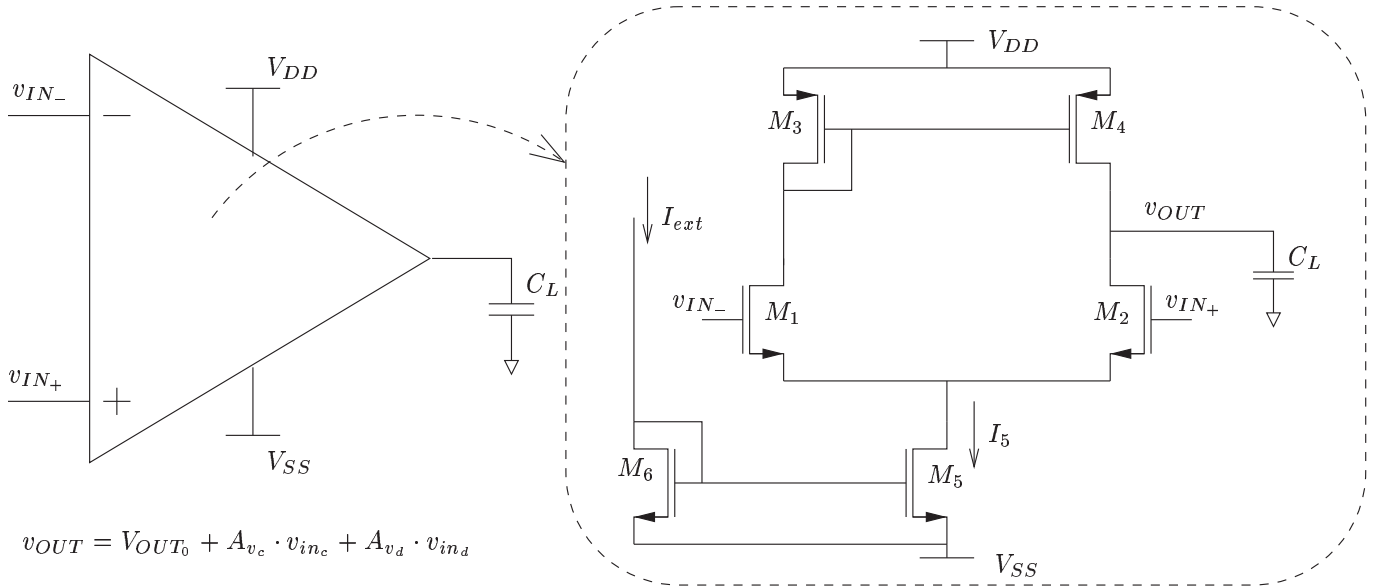

FIG. 1 – OTA à concevoir
L'OTA est simplement réalisé par un étage différentiel entrant sur des NMOS (figure 1). On note  $v_{in_c} = \frac{v_{IN+} + v_{IN-}}{2}$  l'entrée de mode commun,  $v_{in_d} = v_{IN+} - v_{IN-}$  l'entrée différentielle et  $V_{OUT_0}$  le point de fonctionnement autour duquel travaille l'OTA en sortie (c.f. figure 1). D'autre part, l'alimentation est symétrique  $V_{DD} = -V_{SS} = 1.65V$ . On rappelle que les transistors  $M_1$  et  $M_2$  sont identiques, ainsi que les transistors  $M_3$  et  $M_4$ . On notera donc par la suite  $W_{12}/L_{12}$  les dimensions de  $M_1$  ou  $M_2$ , et  $W_{34}/L_{34}$  les dimensions de  $M_3$  ou  $M_4$ . Enfin, la charge vue par l'OTA est  $C_L = 1pF$ .
8. Sachant que  $V_{T_n} = 483mV$  et que  $V_{T_p} = -683mV$ , déduire des quatre questions précédentes qu'il est possible de connecter l'étage différentiel de la figure 1 en suiveur ( $v_{OUT} = v_{IN_-}$ ). D'autre part, montrez que la dynamique de ce suiveur est limitée par la dynamique d'entrée en mode commun de l'étage différentiel.